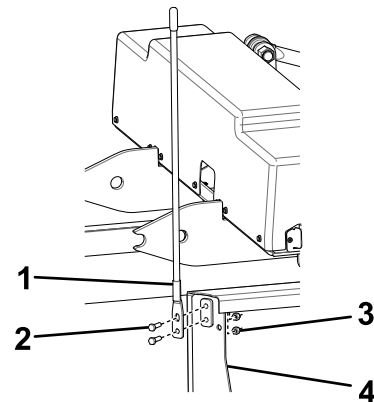

Bild 12
1. Befestigen Sie die Schneeschildführungen mit vier Schrauben (5/16" x 1") und vier Sicherungsmuttern am Seitenschneeschild (Bild 12).